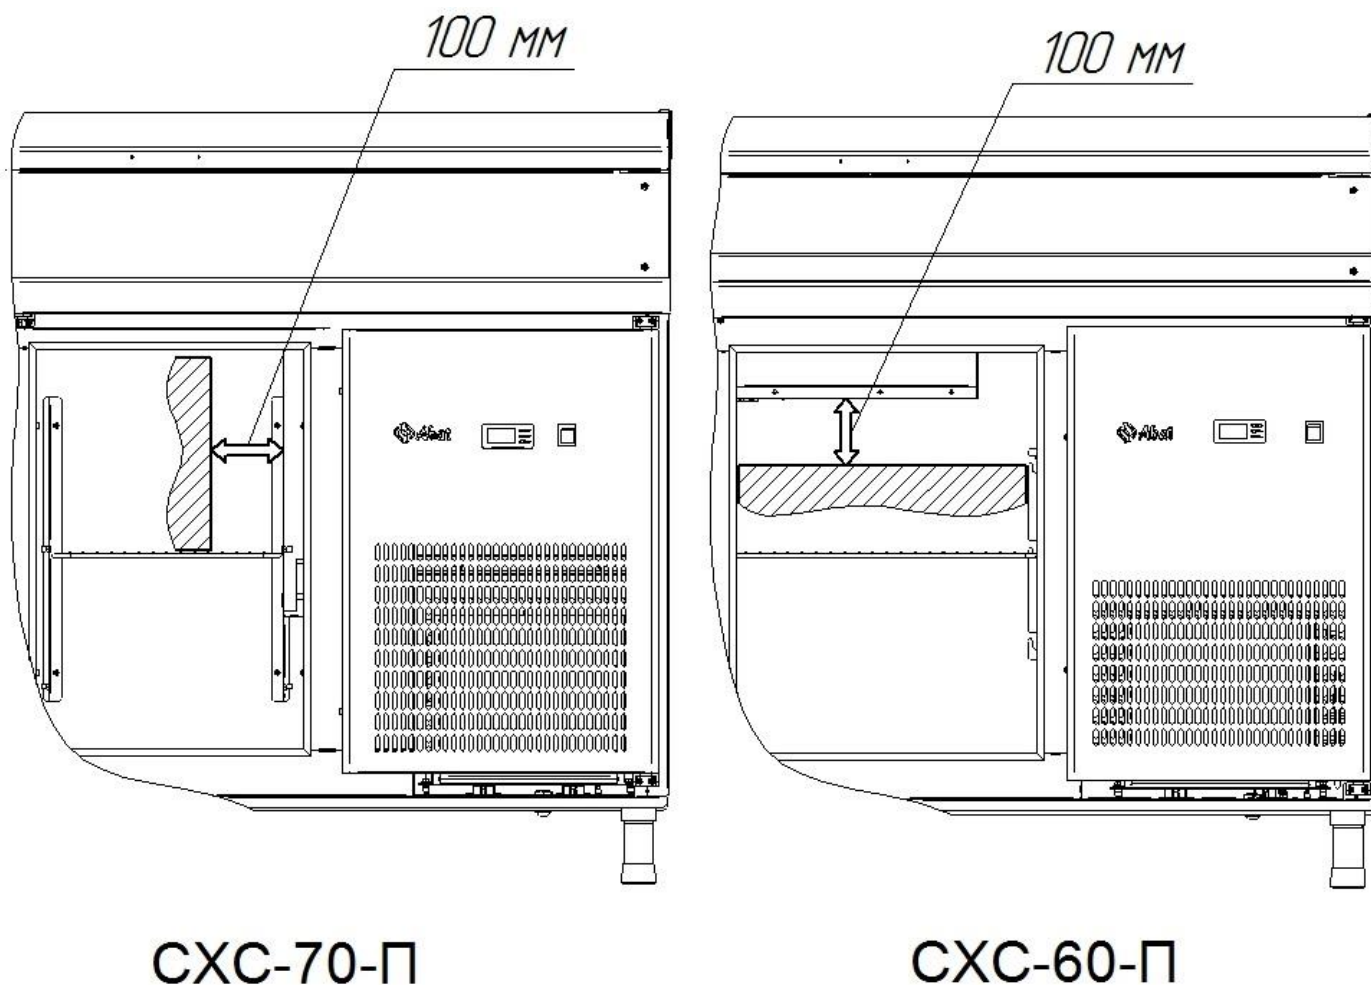

Рис.8. Расстояние между продуктами на крайней правой полке и вентилятором испарителя.
- линию загрузки полок холодильного стола (прилавка) продуктами ограничивать площадью полок, расстояние между продуктами и вышестоящей полкой должно быть не менее 50 мм, а расстояние между продуктами на крайней правой полке и вентилятором испарителя не менее 100 мм (см. рис.8);